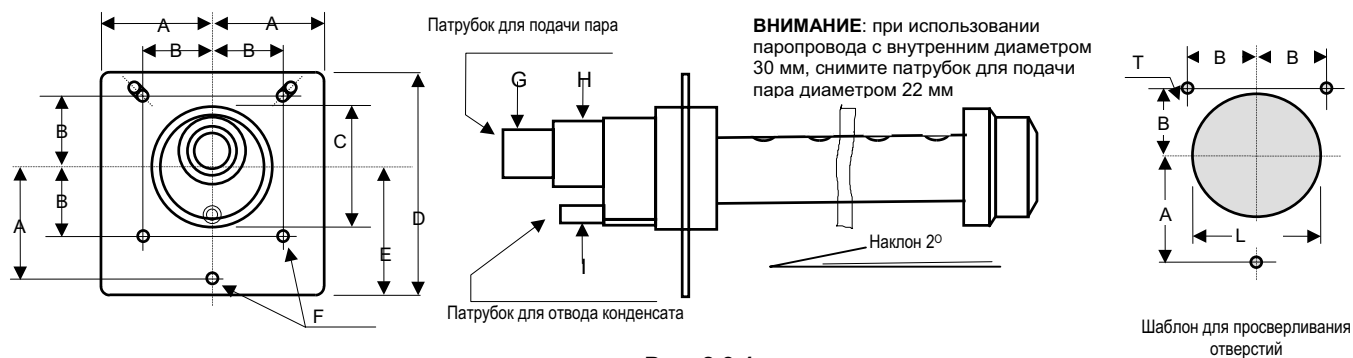

Рис. 8.3.1
- Высверлить ряд отверстий в стене воздуховода по шаблону, указанному на Рис. 8.3.1 или 8.3.2;
Распределитель OEM можно устанавливать горизонтально или вертикально так, чтобы отверстие смотрело вверх, используя опору с теми же отверстиями, что указаны на шаблоне для линейного распределителя из алюминия (Рис.8.3.1).